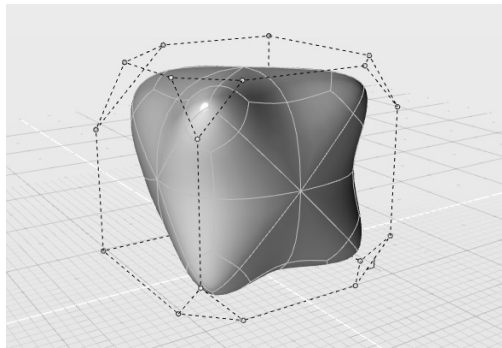

图 6-10 重新转化多边形为曲面
7) 此时在控制面板中勾选“Nurbify”复选框, 可观察多边形转化为曲面后的结果, 如图 6-10 所示。